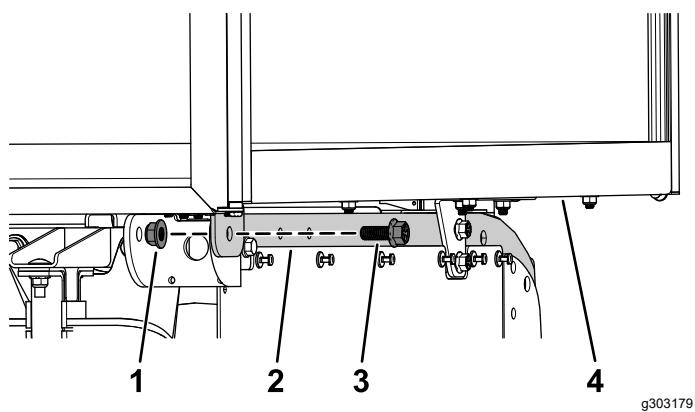

Figura 8
- Prenda a traseira da caixa da carrinha utilitária à traseira dos tubos da estrutura utilizando um parafuso de cabeça flangeada ($\frac{1}{2}$ pol. x $4\frac{1}{2}$ pol.) e uma porca flangeada ($\frac{1}{2}$ pol.) em cada lado (Figura 8).